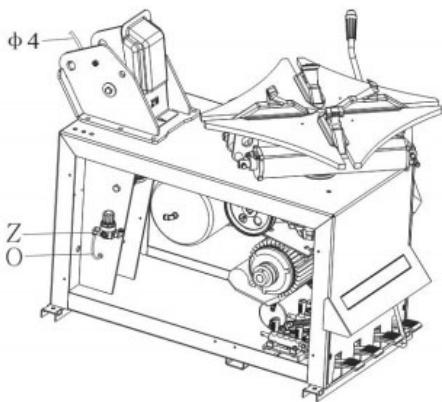

Abb.8-b
- Schlauch in der Säule anschließen: Wie in Abb.8-b dargestellt, schließen Sie den Schlauch  $\phi 4$  O an den Regler Z an.